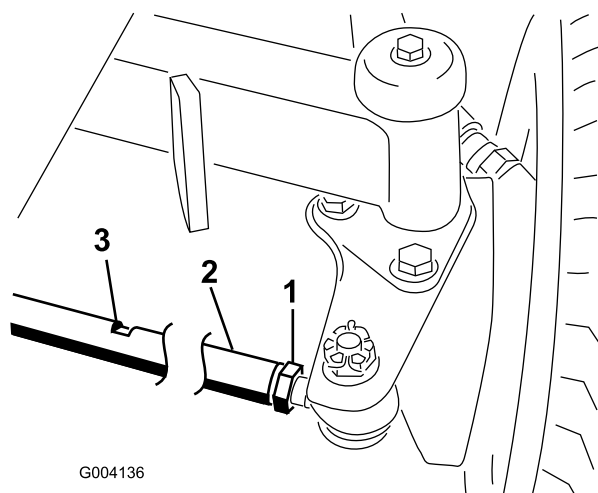

Figure 93
2. Desserrez l'écrou de blocage à chaque extrémité de la biellette (Figure 93).